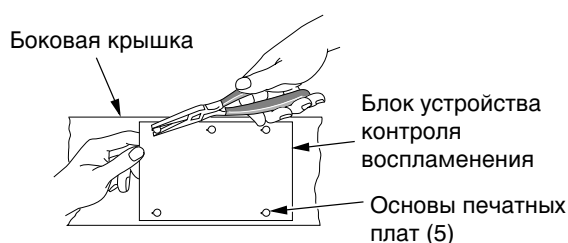

Рис. 30 - Снятие печатной платы
3. Зажмите острогубцами контактный столбик, находящийся на основе печатной платы, и поднимите кромку печатной платы с узла устройства контроля воспламенения (см. Рис. 30). Повторите эту операцию для основ остальных четырех печатных плат, а затем снимите узел.